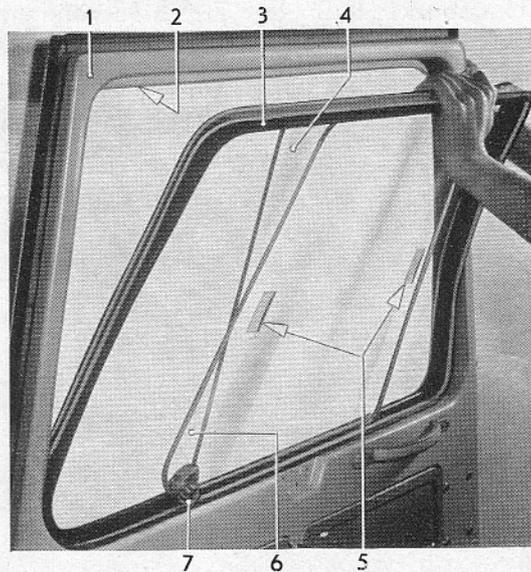

Bild 43 – Ausbau der Schiebefenster mit Füh-
(Bild 43) und Schiebefenster aus der Füh-
3. Schiebefenster (43/4 und /6) mit Führungsschiene und Abdichtgummi zur Türinnen-seite hin aus Türfensterrahmen (43/1) herausdrücken (Bild 43).